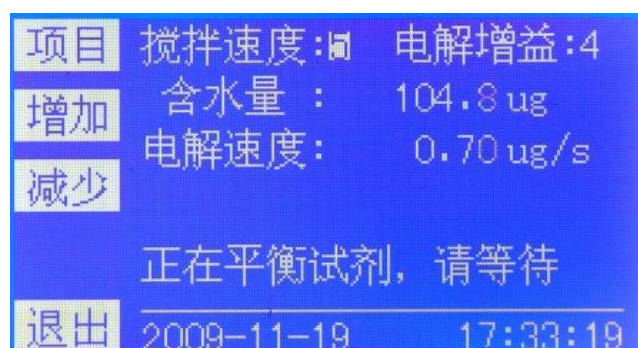

图6-4 平衡试剂
- 1、仪器自动电解试剂多余水分，使其达到平衡态如图 6-4；